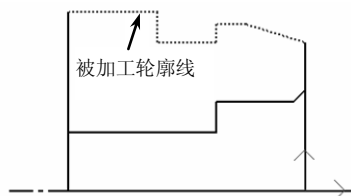

图 6-141 拾取精加工表面轮廓
(2) 拾取加工轮廓 当单击“精车参数表”对话框中的“确定”按钮后,在状态栏中系统提示拾取被加工工件表面轮廓,单击立即菜单,在其下拉菜单中选取“单个拾取”方式,拾取精加工工件表面轮廓,如图 6-141 所示,所有选择的线条都变成了红色,然后单击右键结束被加工工件表面轮廓的拾取。